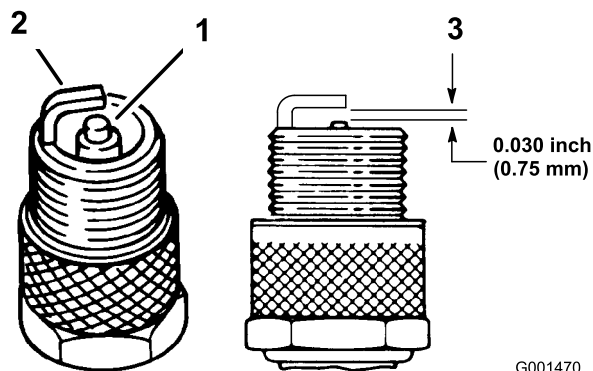

Figura 30
- Controllate le condizioni degli elettrodi laterale e centrale, e dell'isolatore dell'elettrodo centrale, per accertare che non siano avariati (Figura 30).
- Impostate la distanza tra il centro e il lato degli elettrodi a 0,762 mm (Figura 30). Montate la candela con la giusta distanza fra gli elettrodi, e serratela a 20 Nm.
3. Controllate le condizioni degli elettrodi laterale e centrale, e dell'isolatore dell'elettrodo centrale, per accertare che non siano avariati (Figura 30).
4. Impostate la distanza tra il centro e il lato degli elettrodi a 0,762 mm (Figura 30).